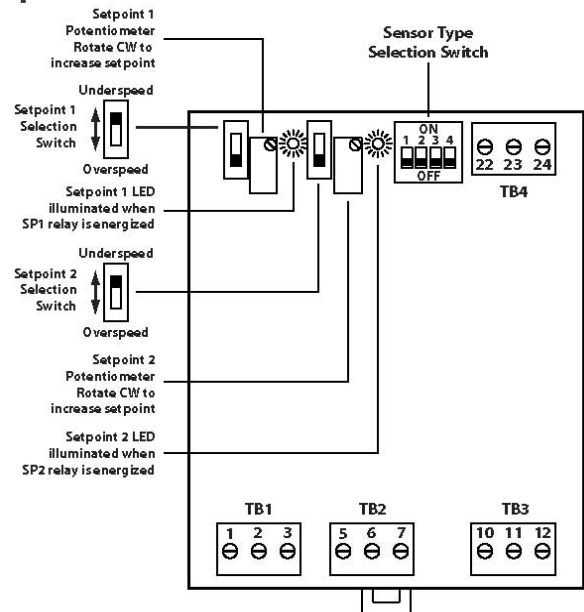

图 7: DMS 系列接线图
- 2、将传感器类型选择开关按需要设置，见图 7；
- 3、当轴转速低于设定值(失速保护)或高于设定值(超速保护)时选择继电器是否失效。使用超速/欠速保护选择开关将 DMS 设定到需要的模式，见图 7；